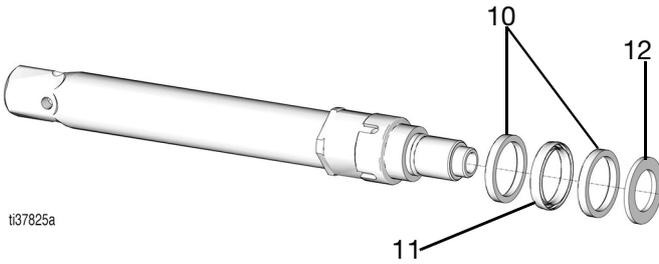

图 25
9. 拆下活塞密封固定器 (12)、活塞密封件 (11) 和活塞密封支撑环 (10), 并用密封修理配件包中的新零配件更换 (图 25)。